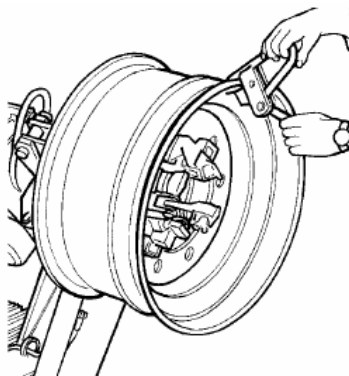

Рисунок 19
- 3) Прикрепите хомут RP к краю диска в его наивысшей точке (см. рис. 19)
3) Прикрепите к наивысшей точке на внешней кромке обода хомут RP (см. рис. 19).